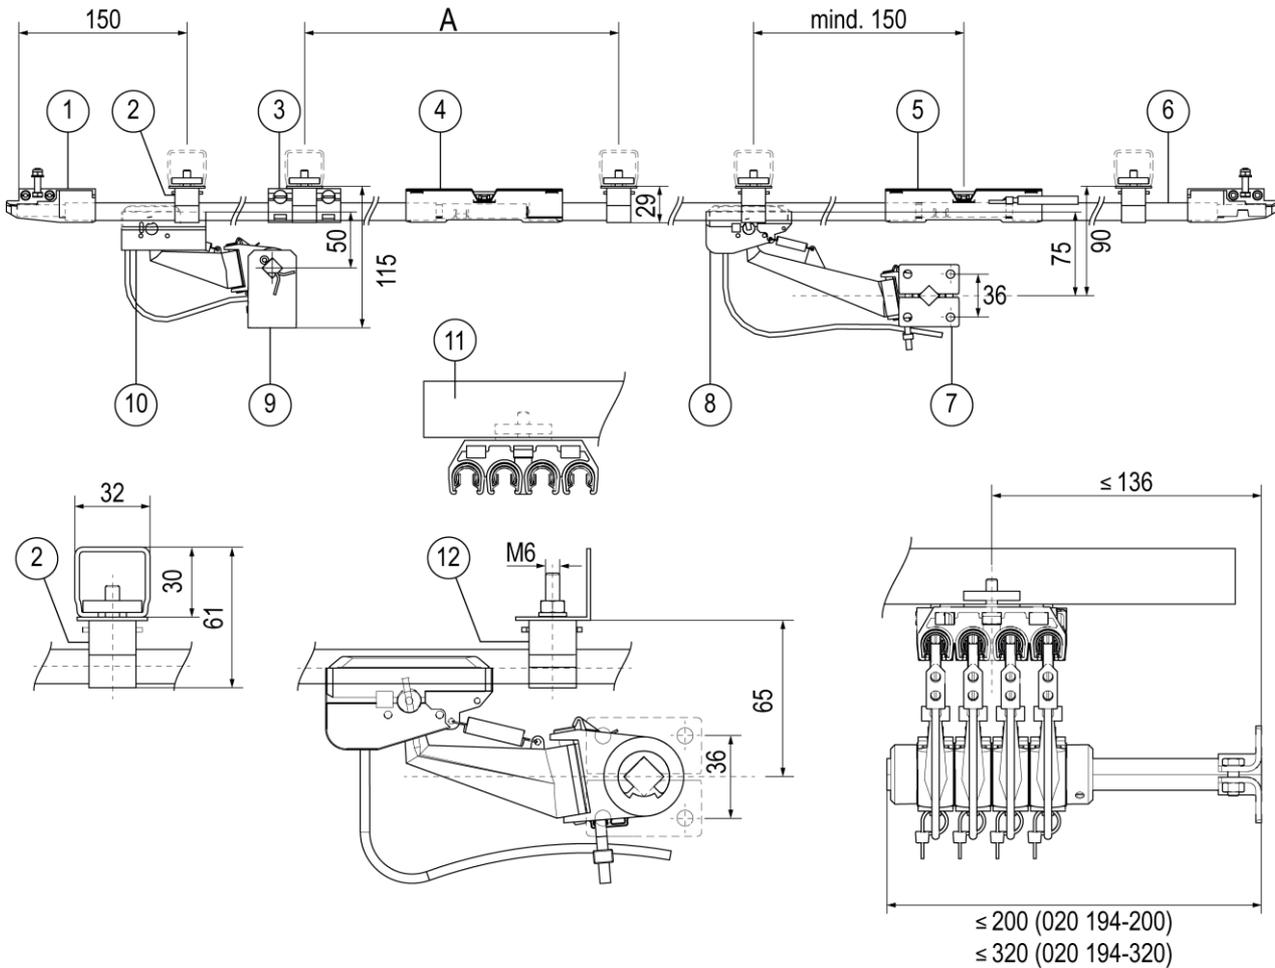

Abb. 46: Komponenten in einem Schleifleitungssystem
- Die Schienenhalter im vorgegebenen Abstand anschrauben. Dabei sind die Mindestabstände zu anderen Bauteilen einzuhalten (siehe Abb. 46).